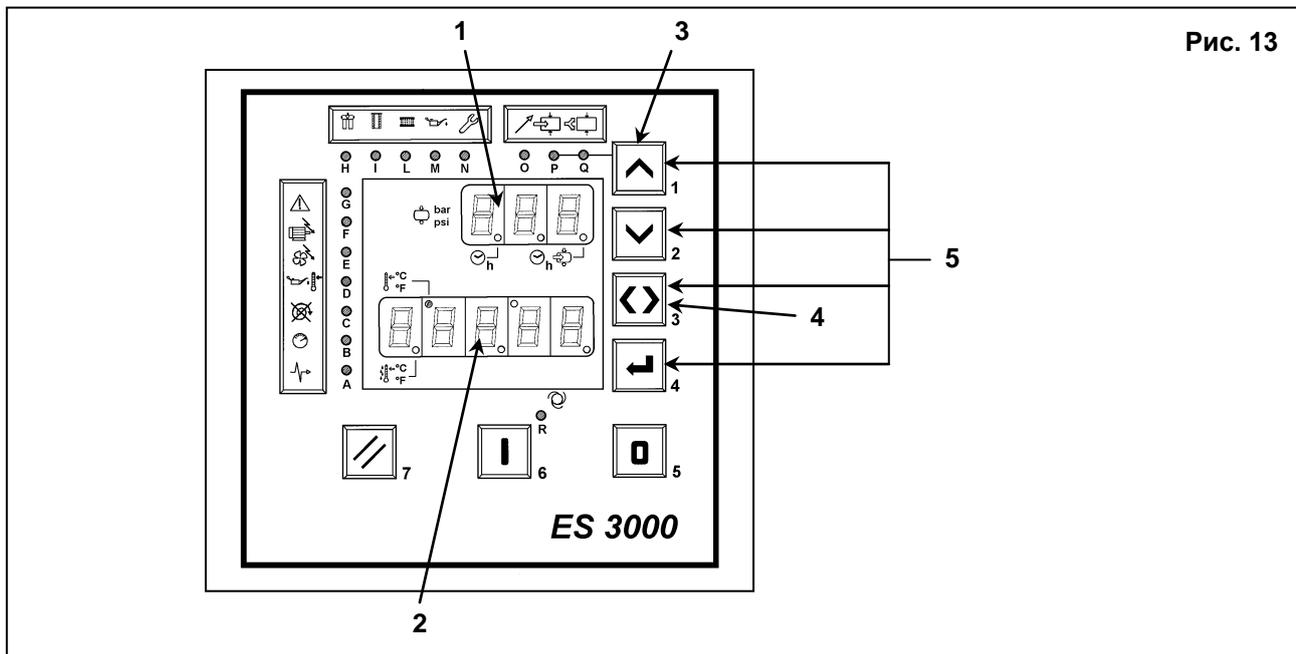

Рис. 13
Это электронная панель управления и диагностики, установленная на электрической панели. Она включает в себя дисплей с органами управления, показанный на рис. 13.
Чтобы отобразить общее количество отработанных часов, нажмите кнопку поз. 3, рис. 13а. Время работы появится на нижнем дисплее, а на верхнем дисплее загорится точка (индикатор подтверждения).
Чтобы отобразить количество отработанных часов под нагрузкой, еще раз нажмите кнопку поз. 3, рис. 13а. На верхнем дисплее справа загорится точка (индикатор подтверждения).
- Нажмите кнопку поз. 3, рис. 13, чтобы выйти.
Чтобы сбросить счетчик (напр., L воздушный фильтр) после выполнения техобслуживания, выполните следующие действия: (см. рис. 13а)
Рис. 13а
- 1) Нажмите кнопку поз. 1, рис. 13а; индикатор Q мигает, машина перейдет в РУЧНОЙ режим БЕЗ НАГРУЗКИ.
- 2) Нажмите кнопку поз. 1 рис. 13а еще раз, машина вернется в автоматический режим.
- Нажмите кнопку поз. 4, рис. 13а, на несколько секунд до появления сообщения "P0" (давление отключения) в верхней части экрана: одновременно на нижнем дисплее появится значение отключения в бар (8, 10 бар).
- При нажатии кнопки 1 рис. 13а в верхней части экрана последовательно отобразятся все параметры панели (P0, P1, r2, t3, t4, C5, C6, C7), а соответствующие им значения отобразятся в нижней части экрана. Чтобы выйти, нажмите кнопку поз. 3, пока светящаяся точка на дисплее не установится на символе.
- Нажмите кнопку поз. 4, рис. 13а, на несколько секунд до появления сообщения "P0" в верхней части экрана.
- Нажмите кнопку поз. 1, рис. 13а, до отображения параметра "r2" (максимальная температура).
- Нажмите кнопку поз. 4, рис. 13а: значение температуры на нижнем дисплее начнет мигать.
- Нажмите кнопку поз. 2, рис. 13а, для выбора значения 95.
- Нажмите кнопку поз. 4, рис. 13а, для подтверждения изменения. Значение 95 перестанет мигать.
- Нажмите кнопку поз. 3, рис. 13а, для выхода из режима программирования.